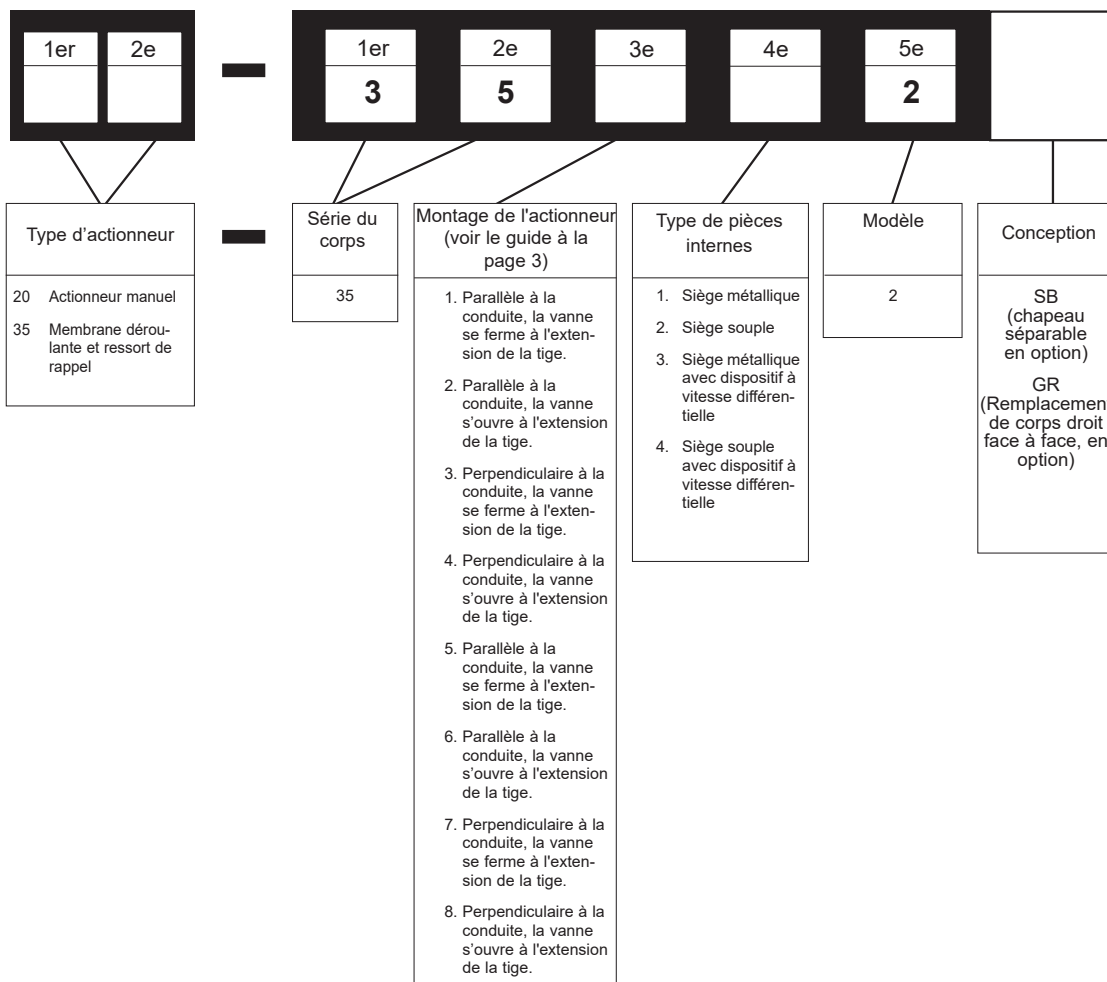

Figure 1
modèle, la taille et le calibre de la vanne sont indiqués sur sa plaque signalétique. Reportez-vous à la Figure 1 pour identifier le modèle de vanne.
- Vérifiez le numéro de modèle sur la plaque signalétique (56) par rapport au système de codification présenté dans la Figure 1 afin de déterminer le mode de la vanne.